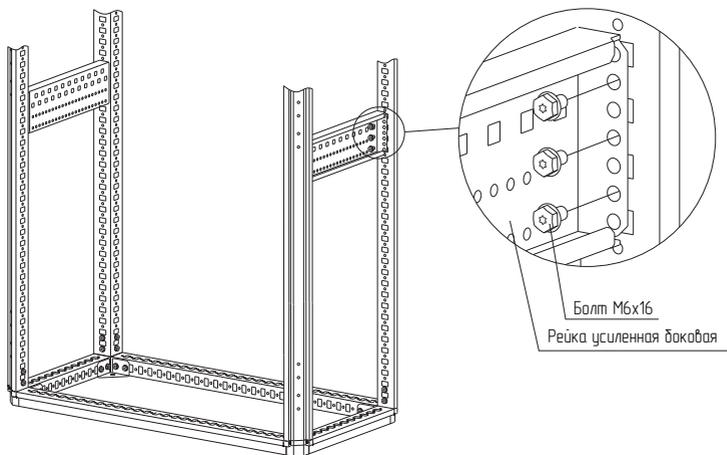

Рисунок 36
4.20.2 Установить рейку усиленную боковую на необходимую высоту и закрепить болтами М6×16 (рисунок 36). Момент затяжки – 7 Н·м. Болты приобрести отдельно.